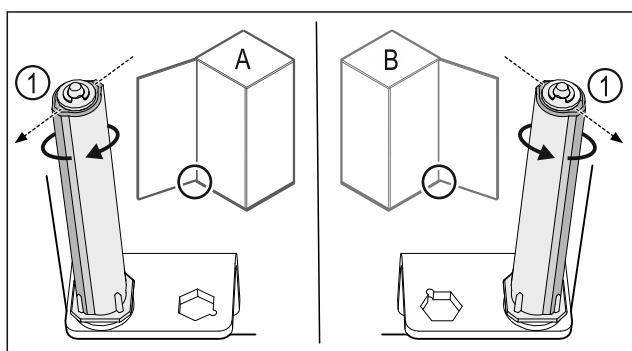

Fig. 41 Battuta a sinistra (A) / battuta a destra (B)
- Ruotare il sistema di chiusura contro la resistenza fino a quando la sporgenza del sistema di chiusura Fig. 41 (1) non è rivolta verso l'esterno.